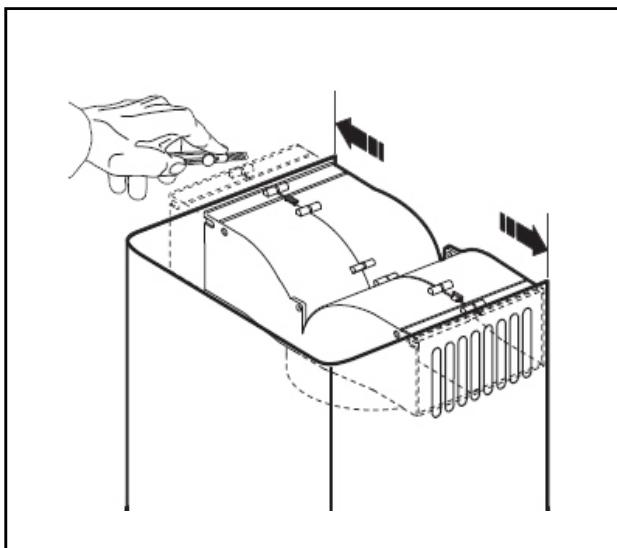

Fig.8
- Usted puede cortar fácilmente la derivación de plástico (**Fig.8**) para que encaje bien en el interior de la parte superior del telescopio y queden correctamente encaradas con las rejillas de expulsión (**Fig.8**).